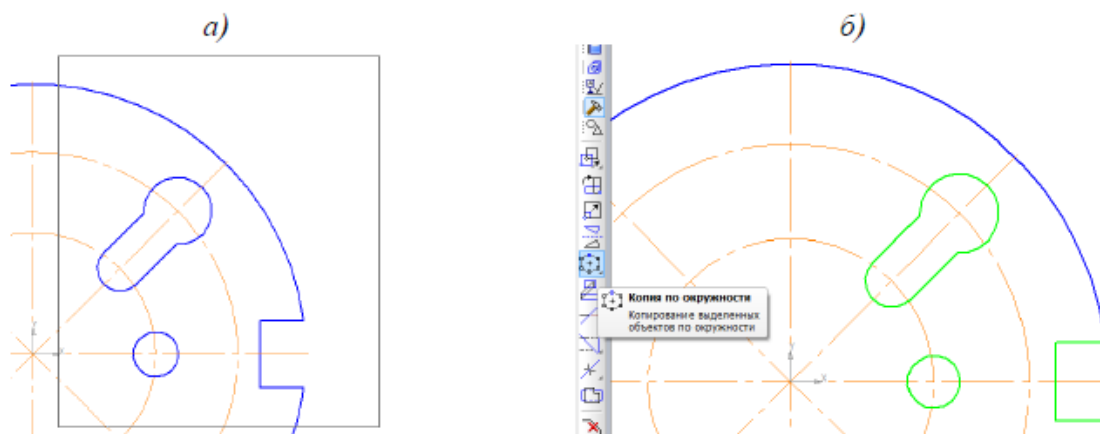

Рисунок 117 – Копия по окружности
9.1 Выделите элементы изображения рамкой, рис. 117, а. (слева на право).